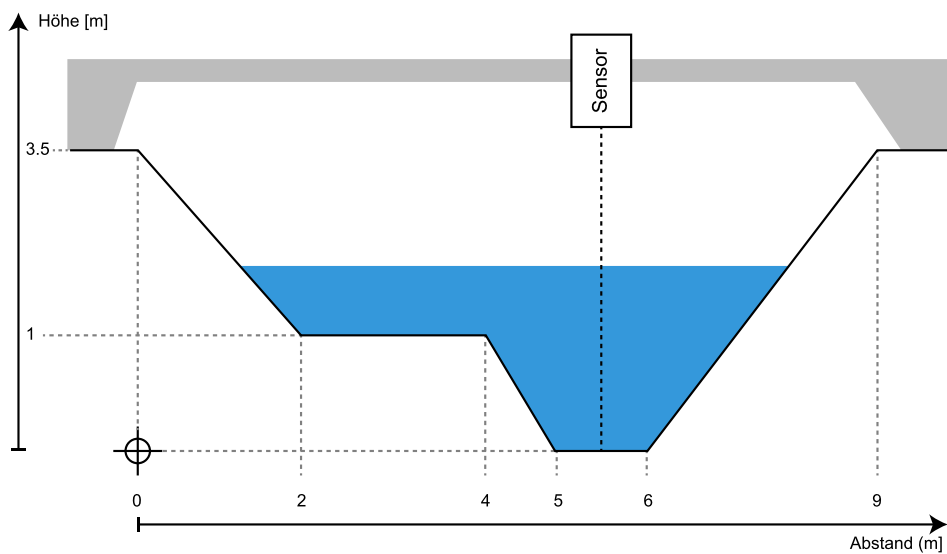

Abbildung 12 Querschnittsprofil mit Höhe relativ zu Grund
- Höhe relativ zum Grund mit positiven Werten nach oben, siehe Abbildung 12